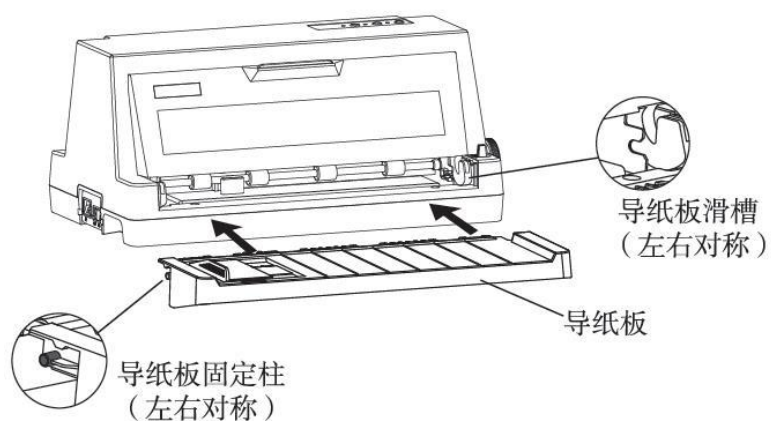

图 7
- 2) 按图 7 所示，将导纸板插入机架内。请注意：插入导纸板时先从上方略倾斜插进机架内，插入后自然向下放平。